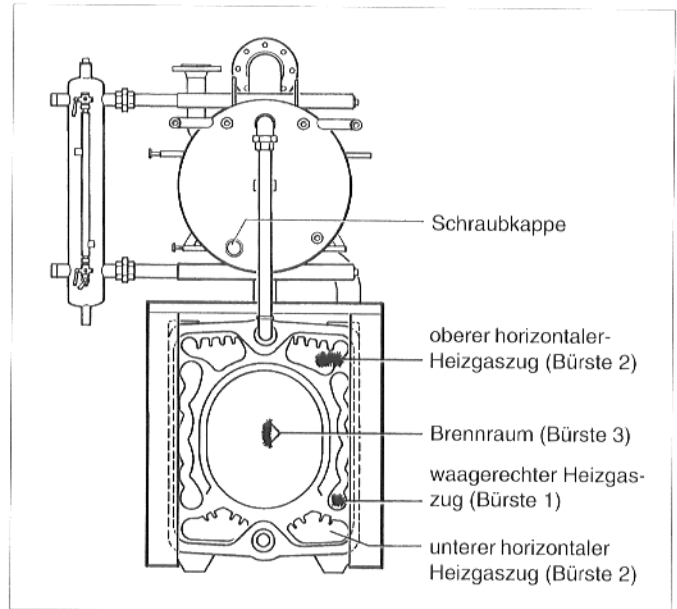

Abb. 33
- Zum Reinigen der Dampftrömmel ist das Wasser aus dieser abzulassen, die Schraubkappe vorne links an der Dampftrömmel (Abb. 33) abzunehmen und die Dampftrömmel mit einem scharfen Wasserstrahl innen zu reinigen.
- Mit der Reinigungsbürste 3 den Brennraum reinigen (Abb. 33).
- Mit der Reinigungsbürste 2 die oberen horizontalen Heizgaszüge reinigen (Abb. 33).
- Mit der Reinigungsbürste 1 die einzelnen waagerechten Heizgaszüge von vorne nach hinten reinigen (Abb. 33).
- Mit der Reinigungsbürste 2 die unteren horizontalen Heizgaszüge reinigen (Abb. 33 u. 34).